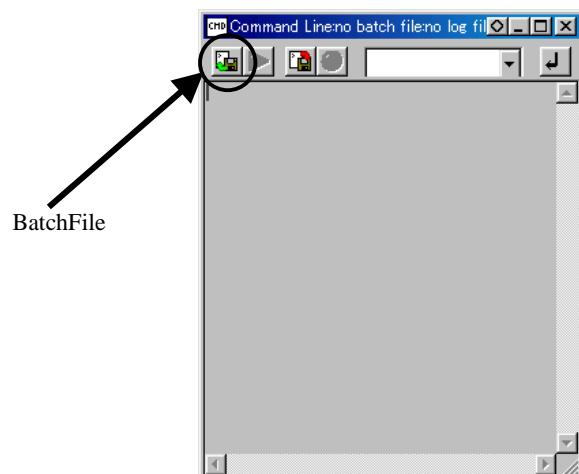

図 3.8 コマンドライン入力
- メニューバーの View    CommandLine を選択し、ウインドを開き（図3.8参照）、左上のBatchFileボタンをクリックし、SH7727フォルダ内の“7727e10a.hdc”を指定してください。この操作によりBSCが設定され、SDRAMへのアクセスが可能となります。